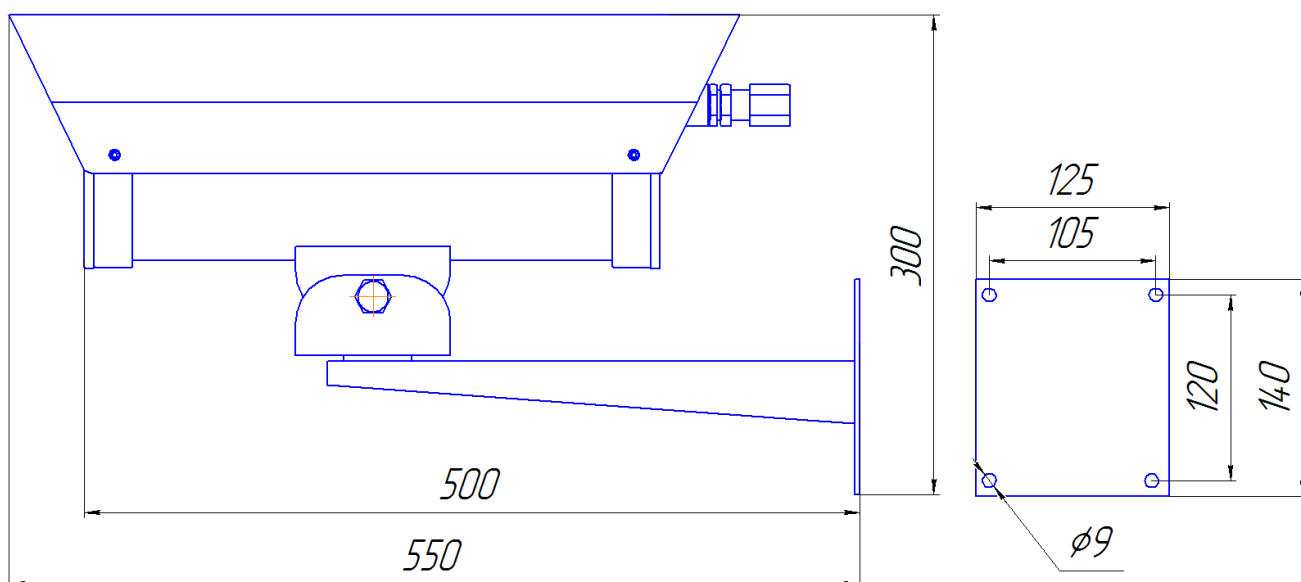

Рисунок 1 – Габаритные размеры ИК-прожектора с крепежно-юстировочным устройством
Габаритные размеры ИК-прожектора указаны на рис. 1.
- Определить место установки и разметить место крепления крепежно-юстировочного устройства, рис. 1.